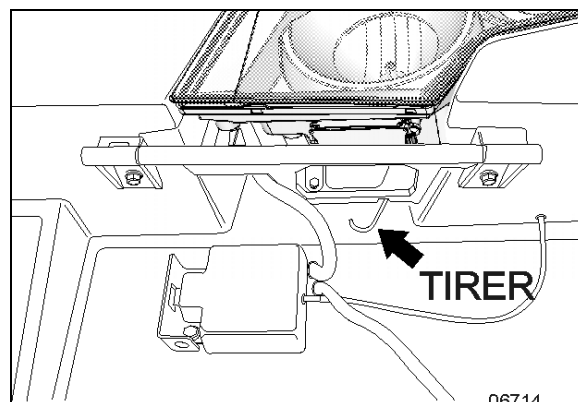

FIGURE 74 : BASCULER LE MODULE D'ÉCLAIRAGE AVANT
3. Tirer sur la tige illustrée sur la FIGURE 74 pour faire pivoter le phare.